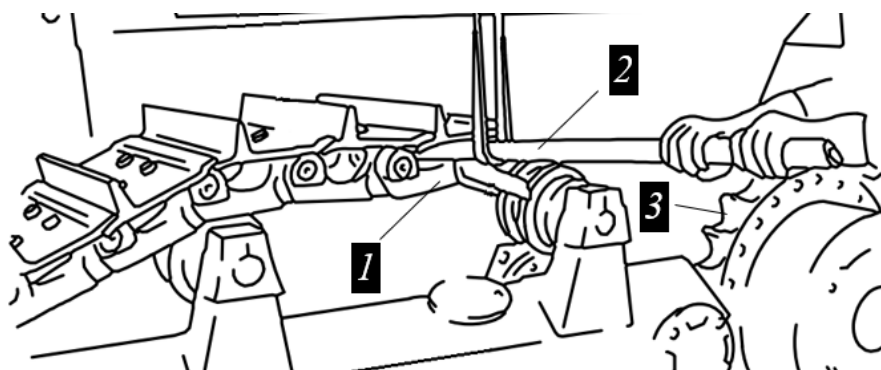

Рисунок 5.81. Процесс установки гусеницы на тележку
Со стороны направляющего колеса к замыкающему полузвену 1, любым удобным способом привязать один конец троса или канат 2, рис. 5.81.
- ▶ Другой конец троса/канат закрепить к звездочке бортового редуктора 3, рис. 5.81.